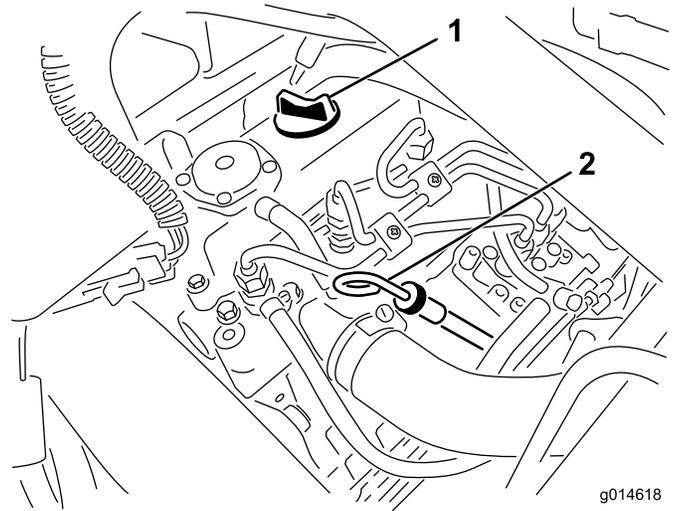

Figura 25
2. Retire la varilla y límpiela con un paño limpio (Figura 25). Introduzca la varilla en el tubo asegurándose de que entre a fondo. Retire la varilla del tubo y verifique el nivel de aceite. Si el